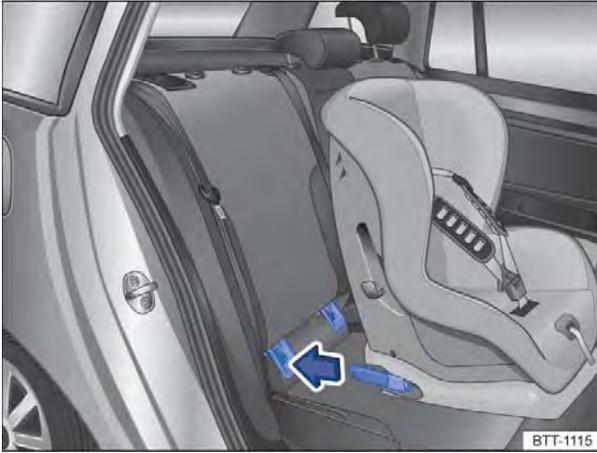

Fig. 81 Representação esquemática: instalar a cadeira de criança ISOFIX com os braços de apoio.
- Inserir o braço de apoio da cadeira de criança nas ancoragens ISOFIX ⇒ Fig. 81. A cadeira de criança deve engatar de modo seguro e audível.